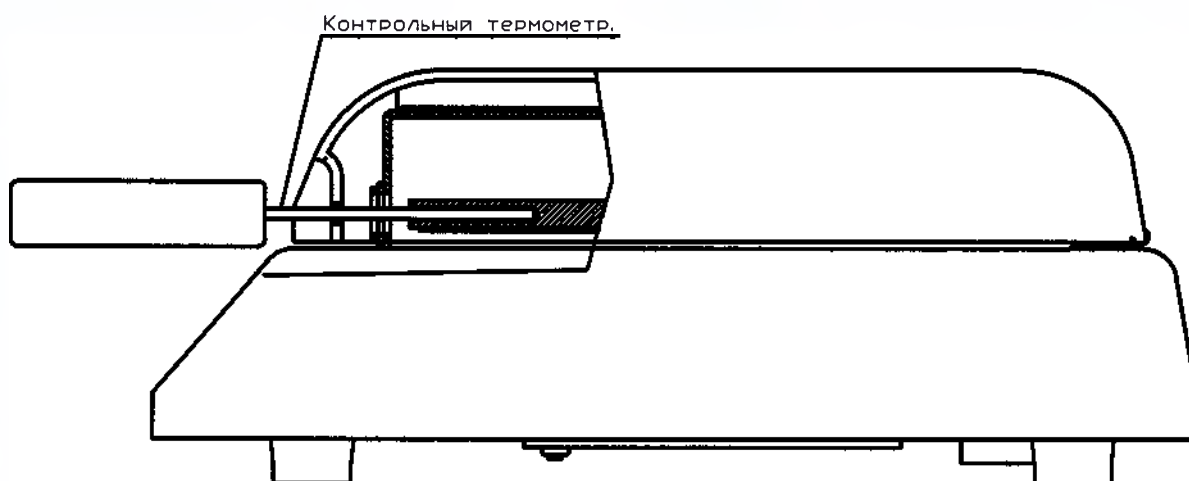

Рис.2
- 2) По прошествии 10 минут, после выхода прибора на заданную температуру, вставьте датчик термометра в платформу до упора (рис.2) через отверстие в крышке с лицевой стороны,